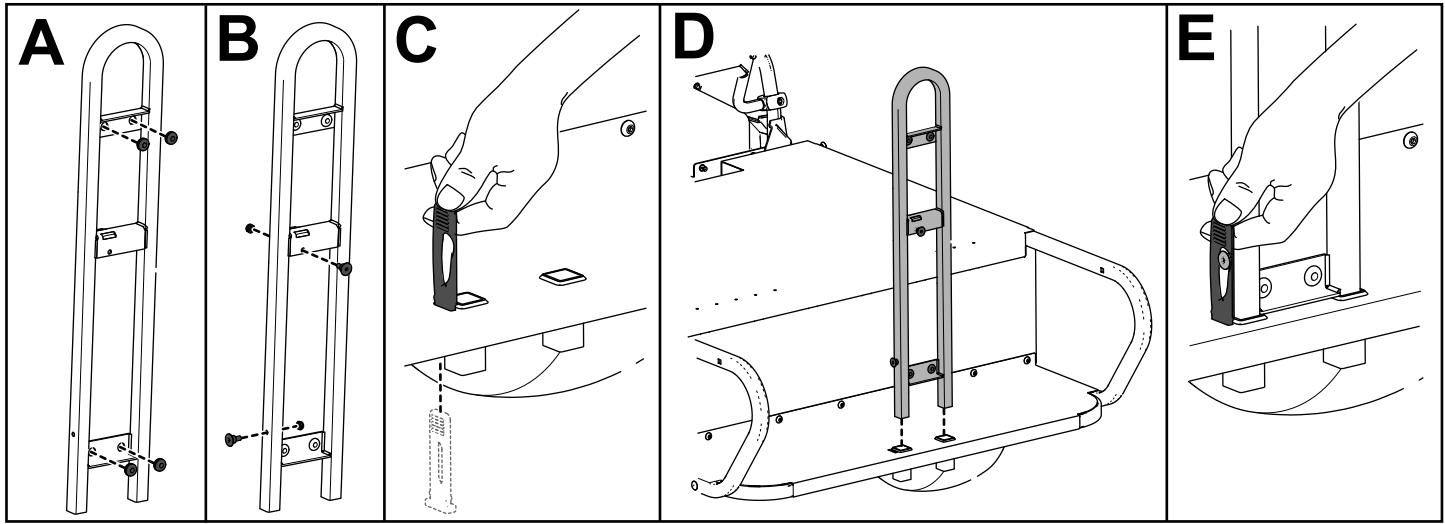

Рисунок 8
3. Вставьте 4 резиновые втулки в рукоятку заднего сиденья (вид А на Рисунок 8).
4. Установите 2 потайных болта ($\frac{1}{4}$ дюйма) и 2 контргайки ($\frac{1}{4}$ дюйма) в рукоятку заднего сиденья (вид В на Рисунок 8).
5. Проденьте складную скобу через нижнюю часть подножки (вид С на Рисунок 8).
6. Установите рукоятку заднего сиденья на подножку (вид D на Рисунок 8).
7. Прикрепите рукоятку заднего сиденья к подножке, вытянув прижимную скобу вверх и вокруг потайного винта (вид Е на Рисунок 8).